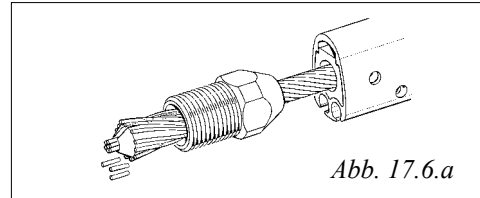

Abb. 17.6.a
6. Schneiden Sie alle Drahtseilkardeelen in Höhe der Biegung außerhalb des Konus ab, ≈ 5 mm zum Drahtseil hin. Siehe Abb. 17.6.a.